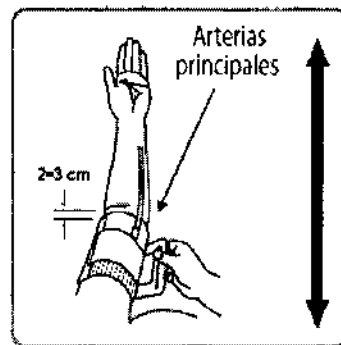

Fig. 3
3. Introduzca el brazo a través del bucle formado por el manguito. La parte inferior del manguito deberá situarse unos 2-3 cm por encima del codo. El tubo debe situarse sobre la arteria braquial en la cara interna del brazo (Fig. 3).